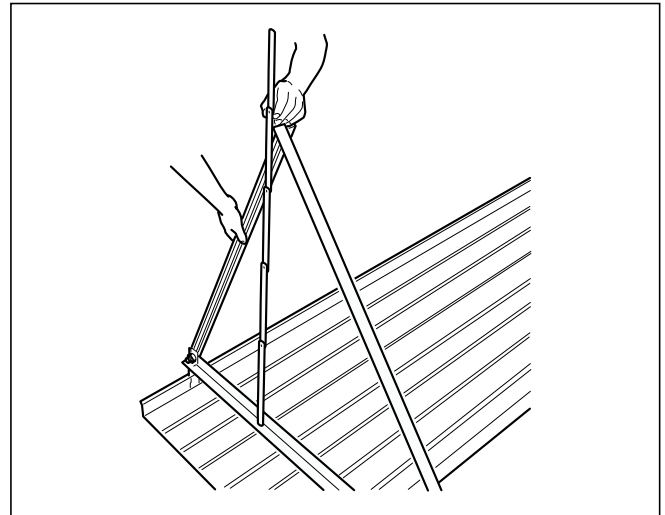

Abb. 7.7 Bestimmung des Aufstellwinkels
- Tragen Sie das angegebene Maß zwischen waagerechtem Winkelprofil und Lochmitte im oberen Scheitel des Dreiecks ab (s. Abb. 7.7).
Höhe gemessen vom unteren Schenkel des waagerechten Profils bis zur Lochmitte im oberen Scheitel des Dreiecks (s. Abb. 7.7)